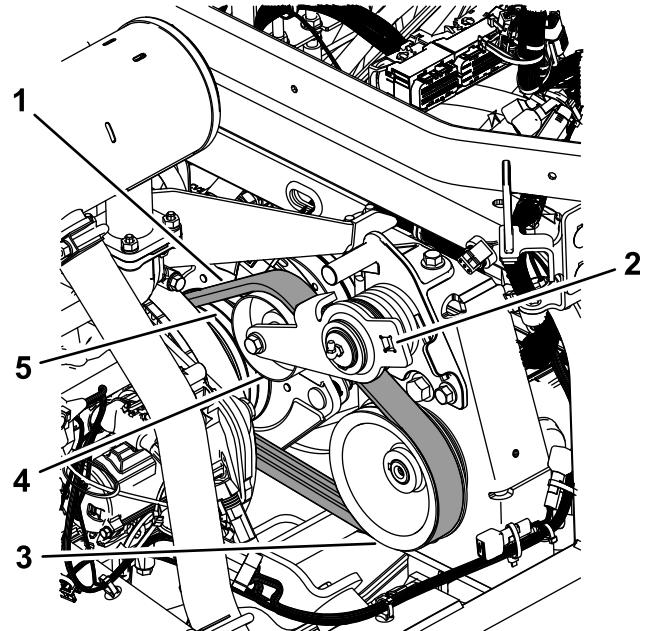

Bild 73
3. Führen Sie den Riemen über die Motorriemscheibe, die Spannscheibe und der Riemscheibe der Pumpe (Bild 73).